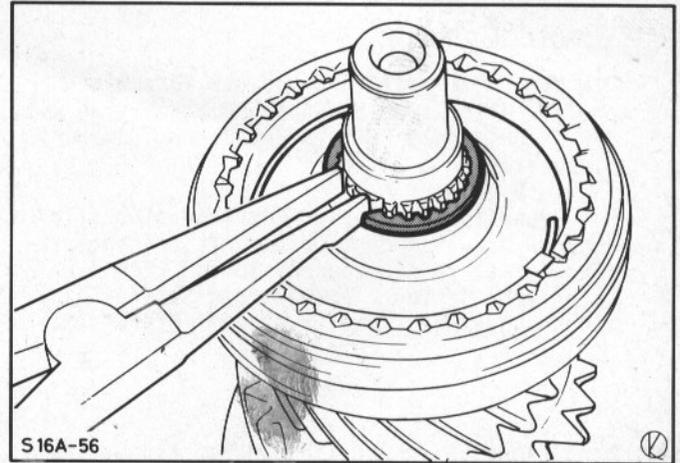

Abb.134 Sprengring-3./4. Gang-Synchronkupplung montieren
38. Synchronkupplung 3./4. Gang anbauen. Spreng-ring montieren, Abb.134.